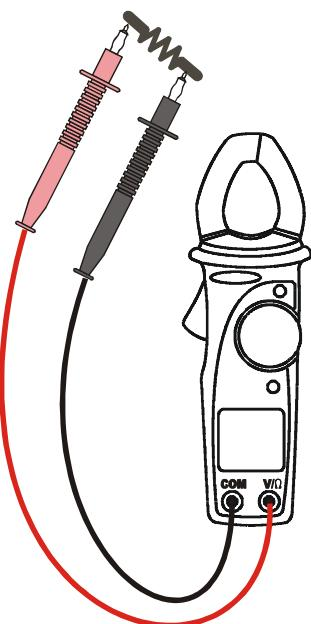

Abb. 7: Die Anwendung der Zange für Widerstandsmessung.
2. Verbinden Sie die Meßleitungen mit den Eingangsbuchsen, der rote Stecker mit der V/Ω Buchse, und den schwarzen Stecker mit der COM Buchse. (s. Abb. 7).